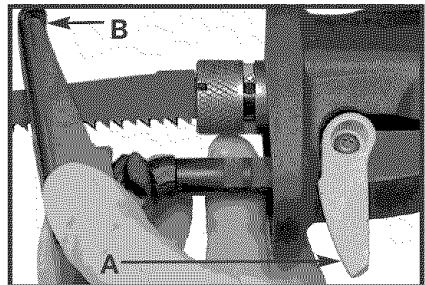
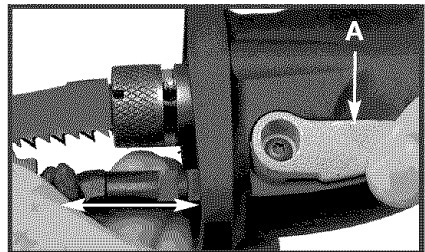

Fig. 11
Fig. 12
Para ajustar, girar (A) Fig. 11 de palanca liberar el girando zapato (B) de guía. Ajuste a uno de las cuatro posiciones y cierre palanca (A) Fig. 12. Después que ajustar, se cerciora la palanca que cierra es encerrada completamente el (A) Fig. 12 cerrado de la posición.